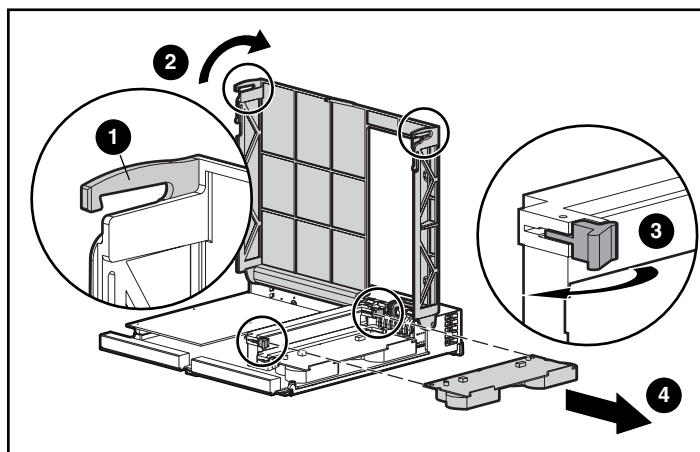

Abbildung 3: Ausbauen des Cache-Moduls
3. Lösen Sie wie in Abbildung 3 dargestellt die Rasten der Controller-Abdeckung **1** auf der Rückseite des Controllers, und heben Sie dann die Abdeckung an **2**.
Hinweis: In Abbildung 3 sind eine Seite und die Rückseite des Controllers dargestellt.